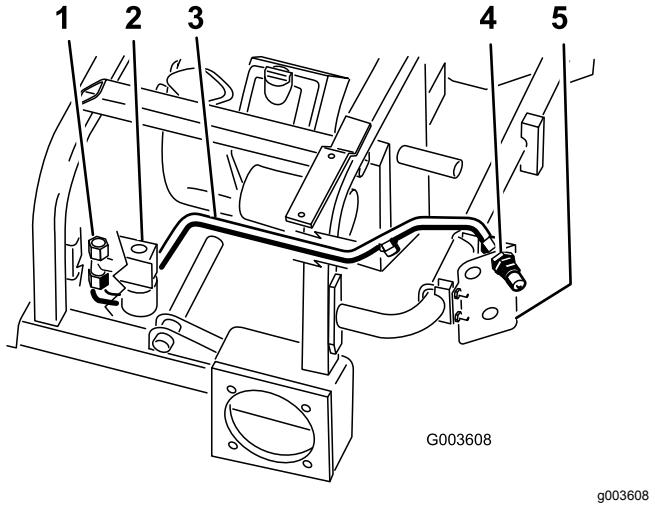

Bild 15
2. Positionieren Sie die Hydraulikleitung Nummer 1 in der Maschine, siehe Bild 15.
3. Befestigen Sie die Hydraulikleitung Nummer 1 am T-Stück, das seitlich am Ventil montiert ist (Bild 15).
4. Befestigen Sie die Hydraulikleitung Nummer 1 an der oberen Kupplung mit Außengewinde (Bild 15).